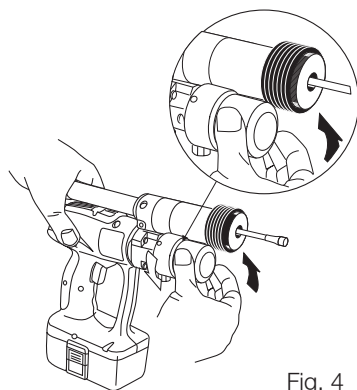

Fig. 4
1. Togliere il tappo serbatoio come mostra la Fig. 4.